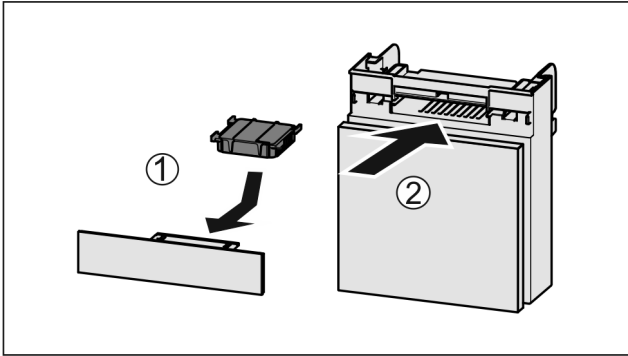

Fig. 114
- ▶ Aktivkohlefilter nach Abbildung einsetzen Fig. 114 (1).
- ▶ Fach einschieben Fig. 114 (2).